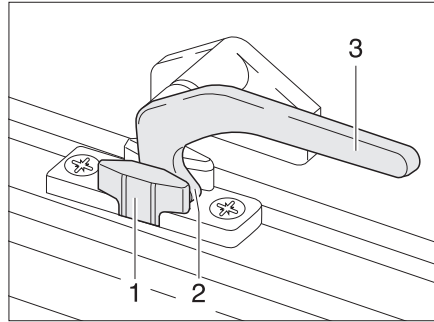
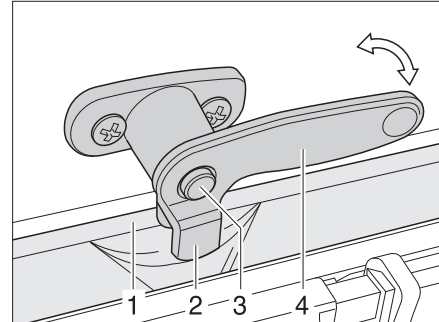

Fig. 68 Levier de verrouillage en position "Aération permanente"
Fig. 69 Levier de verrouillage avec bouton de sécurité en position "Aération permanente"
- En position "Aération permanente" (Fig. 68)
- Si présent, enfoncer le bouton de sécurité (Fig. 69,3) et le maintenir enfoncé.
- Tourner le levier de verrouillage (Fig. 68,3 ou Fig. 69,4) d'un quart de tour vers le centre de la fenêtre.
- Remettre le levier de verrouillage en position initiale. Le tenon de verrouillage (Fig. 68,2 ou Fig. 69,2) doit pénétrer alors dans le logement prévu à cet effet dans le verrouillage de fenêtre (Fig. 68,1 ou Fig. 69,1).